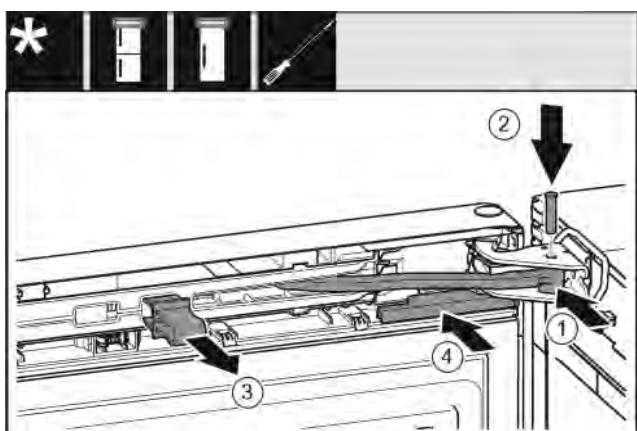

Fig. 39
- Поверните шарнир в опорном кронштейне. Fig. 39 (1)
- Вставьте палец в опорный кронштейн и шарнир. При этом следите за тем, чтобы выступ фиксатора занимал правильное положение в пазу. Fig. 39 (2)
- Снимите предохранитель. Fig. 39 (3)
- Надвиньте крышку. Fig. 39 (4)